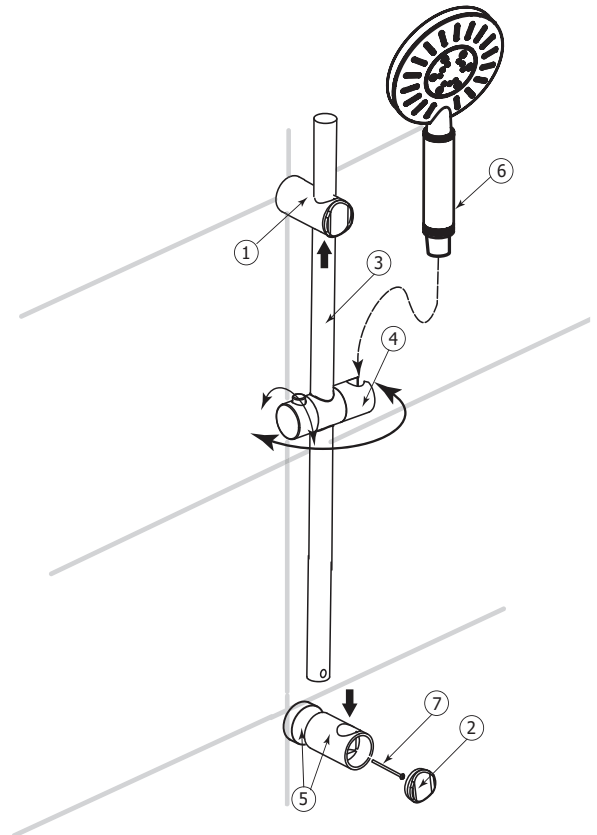

Fig.2
- 1) Before inserting the rail into the wall supports, slide the handshower holder (4) onto the rail by turning the button on holder as shown. This handshower holder can be used either on the right or left side of the rail (Fig.2).
- 2) Insert the rail (3) into the top support (1) first.
- 3) Insert the other end of the rail into the loose bottom support (5) and then fix all bottom components (flange, rail and support) together on wall with supplied long screw (7).
- 4) Add decorative cap (2) onto bottom support (5).
- 5) Connect flexible hose to the handshower (6).
- 1) Avant d'insérer le rail dans les supports muraux, glisser le support à douchette (4) sur le rail en tournant le bouton du support. Ce support à douchette peut être installé soit du côté droit, soit du côté gauche du rail (Fig.2).
- 2) Insérer le rail (3) dans le support mural du haut (1) en premier.
- 3) Insérer l'autre bout du rail dans le support mural détaché (5) et ensuite fixer toutes les composantes du support mural (la bride, le rail et le support) ensemble sur le mur à l'aide de la longue vis fournie (7).
- 4) Ajouter le capuchon décoratif (2) sur le support du bas (5).
- 5) Raccorder le boyau flexible à la douchette (6).